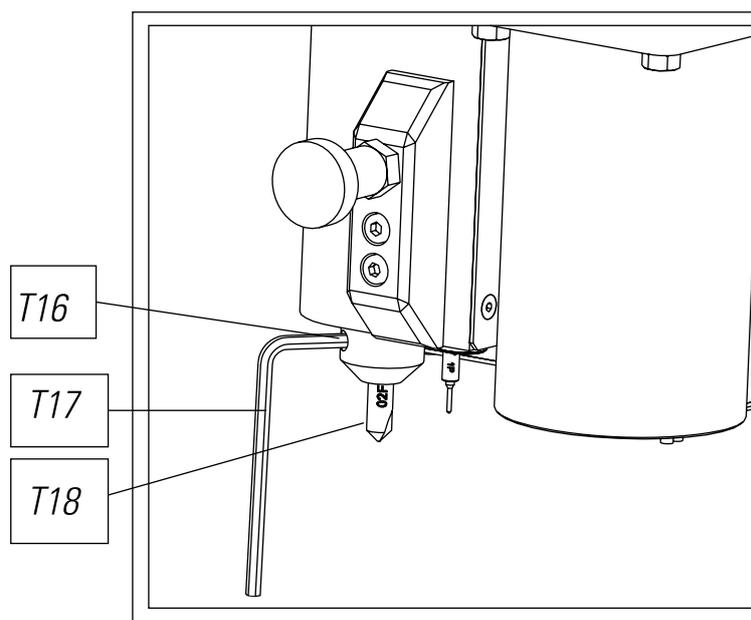

FIG. 32
- 3) Svitare la vite prigioniera (T16) con una chiave da 3mm (T17) ed estrarre la fresa cilindrica (T18). Fig.32